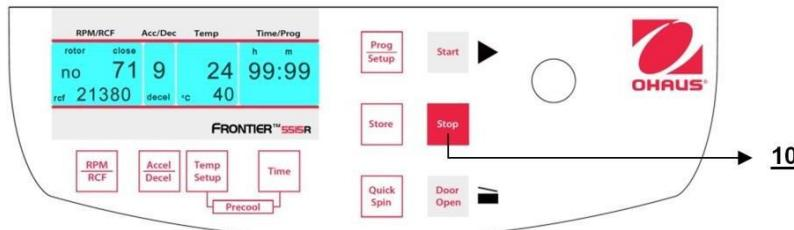

Figure. 27
Avec la touche **Stop** (10) (voir la figure 27), il est possible d'interrompre une centrifugation à tout moment. Après avoir appuyé sur la touche, la centrifugeuse décélère conformément à l'intensité présélectionnée jusqu'à son arrêt complet.